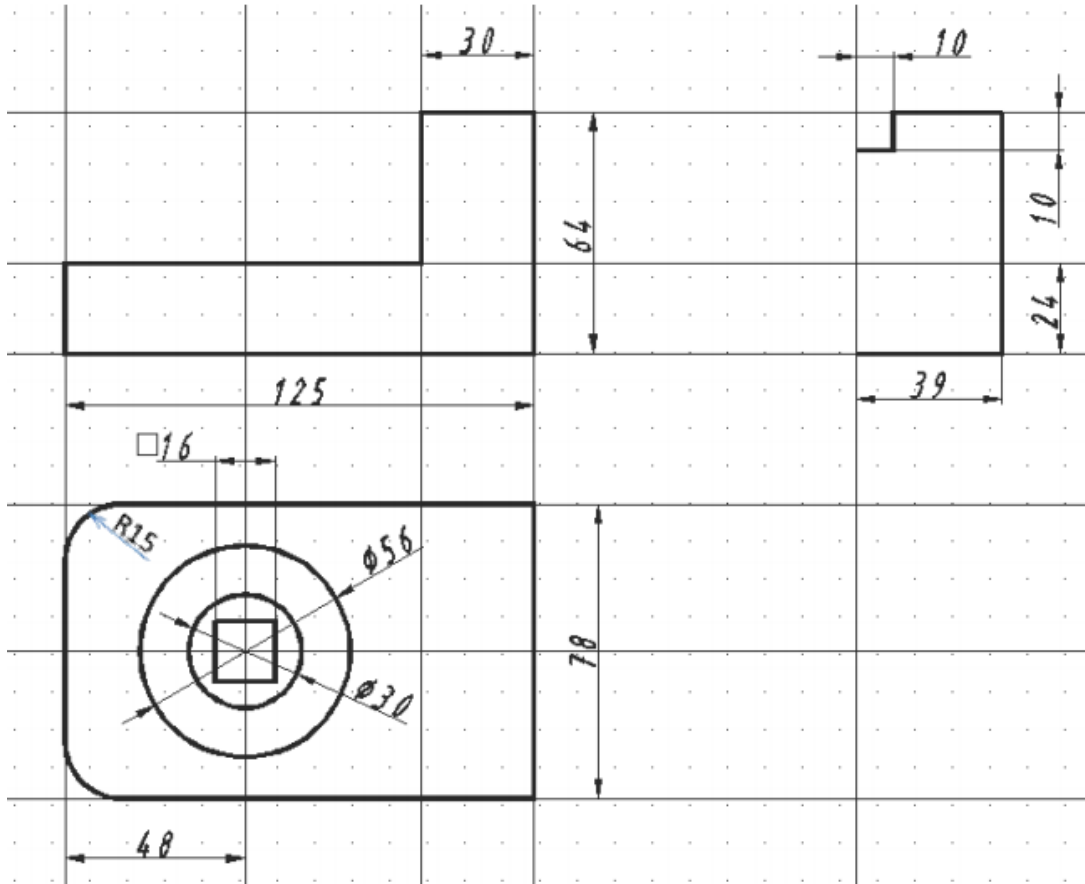

Рисунок 41. Построение сопряжений и оснований бобышки
6. На виде сверху выполнить сопряжения  $R=15$ , вычертить окружности верхнего и нижнего основания бобышки и призматическое отверстие в форме квадрата командой МНОГОУГОЛЬНИК, описанного вокруг окружности  $R=8$  (рисунок 41).